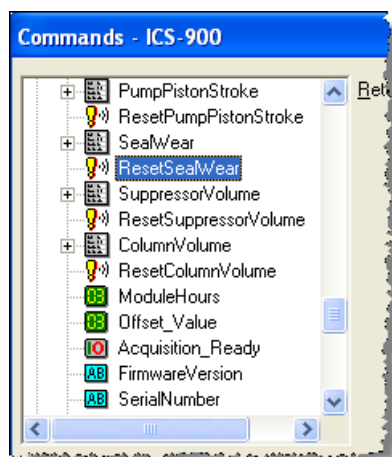

Abbildung 5-11. Rücksetzen des Dichtungsverschleißmessers
- b. Erweitern Sie die Liste der Befehle unter **„Pump_ECD“**, und blättern Sie zum Befehl **„ResetSealWear“** (siehe Abbildung 5-11).